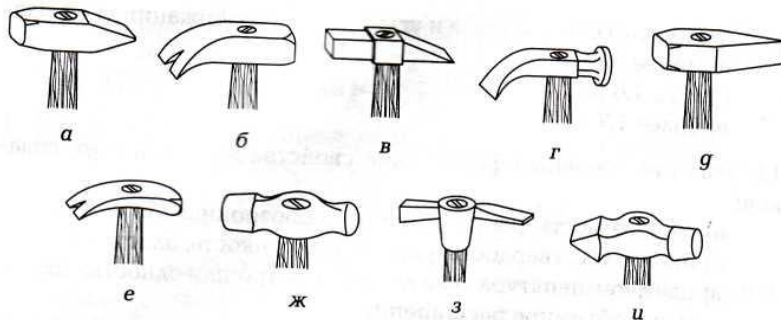

Рис.1.1
**10. Какие из молотков, представленных на рис. 1.1, используются в работе слесаря?**